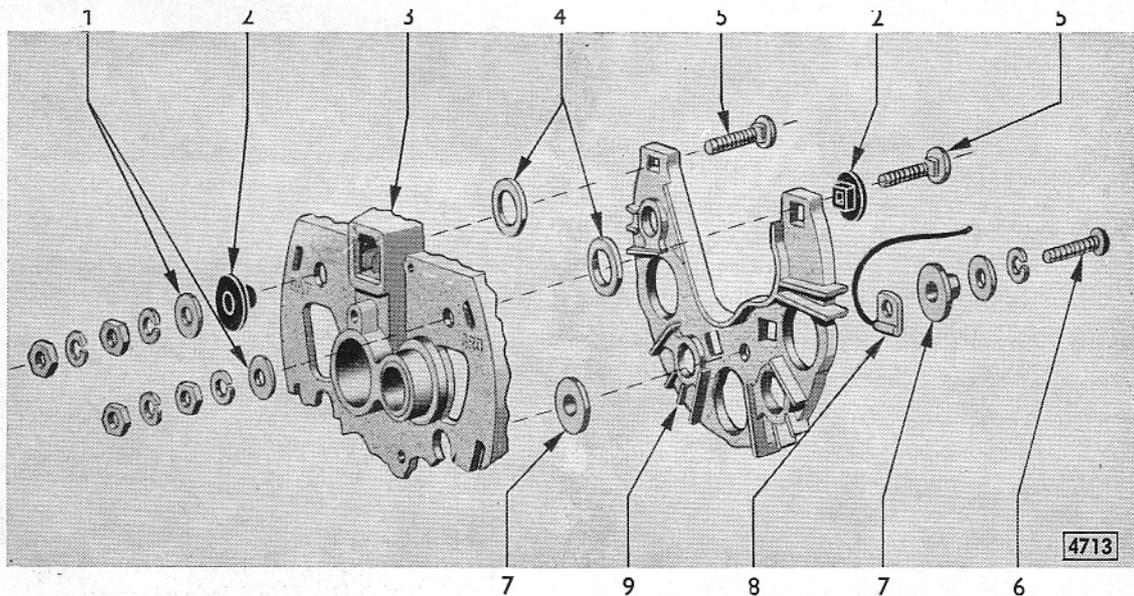

Bild D 52 - Anordnung Wärmeableiter
4. Wärmeableiter mit Dioden in der in Bild D 52 gezeigten Anordnung in hinteres Lagergehäuse einbauen.